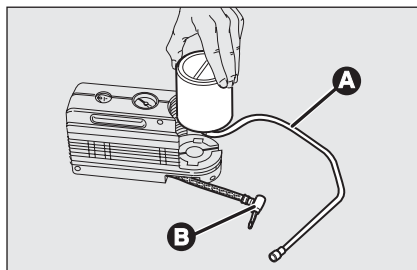

fig. 20
- ☐ desconecte el acoplamiento **B**-fig. 20;